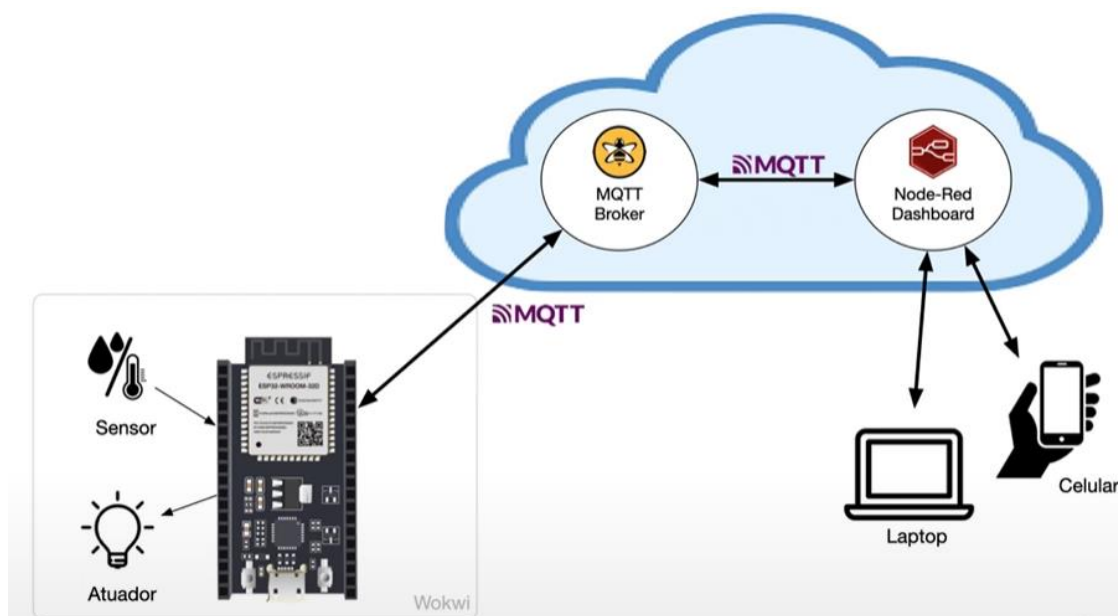

Figura 1 – Visão geral da arquitetura proposta na atividade
- Visão geral da arquitetura proposta na atividade, conforme figura 1.